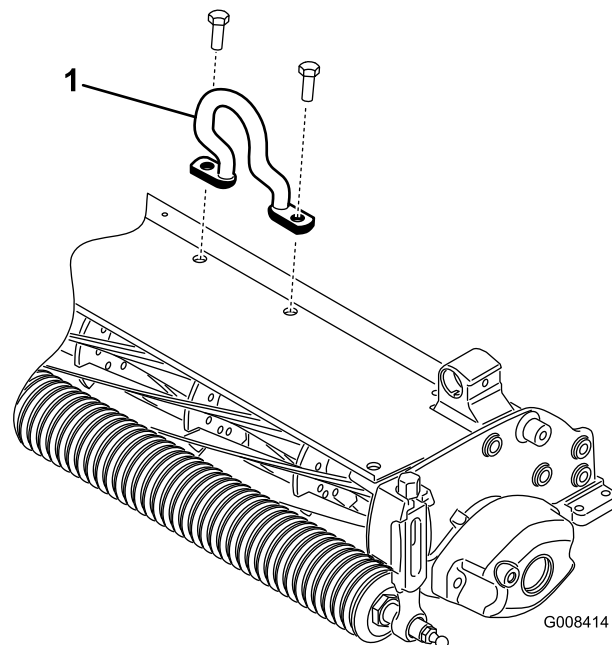

Figura 12
2. Instale o cilindro de elevação desviado (Figura 12) na parte superior da unidade de corte com (2) parafusos M10–1,5. Aperte o parafuso a 34-41 Nm. O gancho de elevação desviado deve ser posicionado com o gancho para a frente.